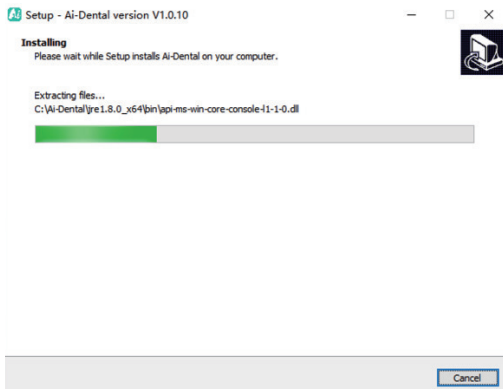

Figura 9
3.1.8 Una vez pulsado el botón "Instalar", el programa comienza a instalarse. El usuario sólo tiene que esperar a que se complete la instalación, como se muestra en la Figura 9: